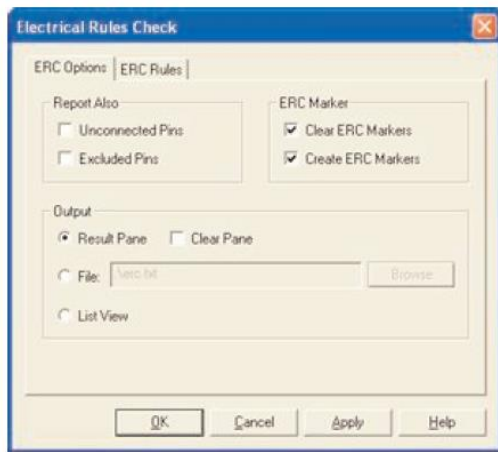

Рисунок 2.14 – Закладка
- 1 Выберите пункт **Инструменты/Проверка правил электротехники (Tools/Electrical Rules Check)**, откроется окно **Проверка (Electrical Rules Check)** (рисунок 2.14).